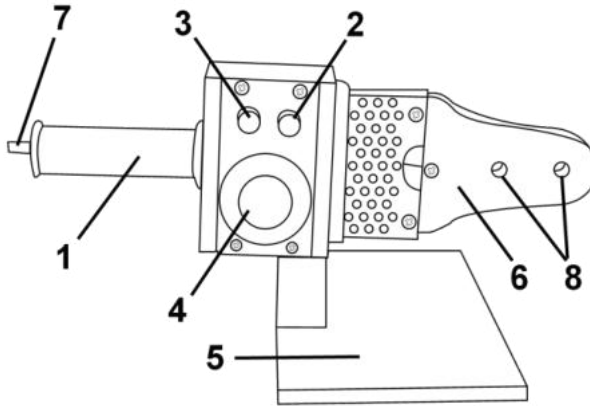

Рисунок 1
2.2.1 Виріб складається з наступних основних частин: нагрівального елемента (6), в який встановлюються циліндричні змінні насадки з тефлоновим покриттям для розігріву стикових поверхонь труб різноманітних діаметрів перед зварюванням; корпусного блоку управління з рукояткою (1), двома світловими індикаторами нагріву (2) і контролю температури (3), терморегулятором/вимикачем (4) та фіксатором для під'єднання опори; опора для встановлення та утримування виробу під час розігріву – згідно рис. 1. Виріб комплектується змінними насадками для певної номенклатури діаметрів труб.